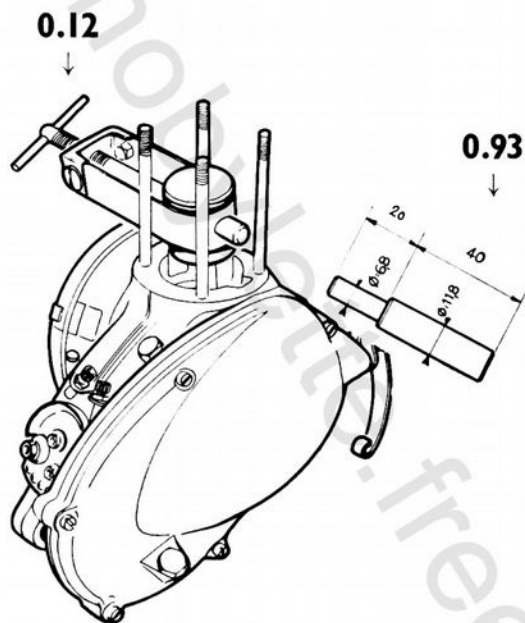

Fig. 36
- Mettre en place l'outil 0.12 muni de l'embout  $\varnothing 11$  long. 62 et visser pour engager l'axe aux 3/4 de sa course (fig. 36).